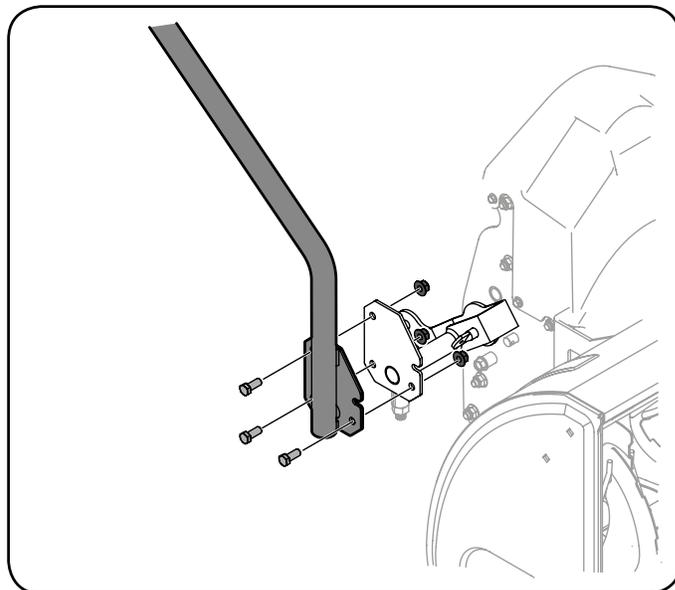

Рисунок 3-20
- С помощью двух ключей на $\frac{9}{16}$ » (14 мм) притяните подъемную рукоятку к корпусу шнека тремя винтами с шестигранными головками и фланцевыми гайками (см. рис. 3-20).